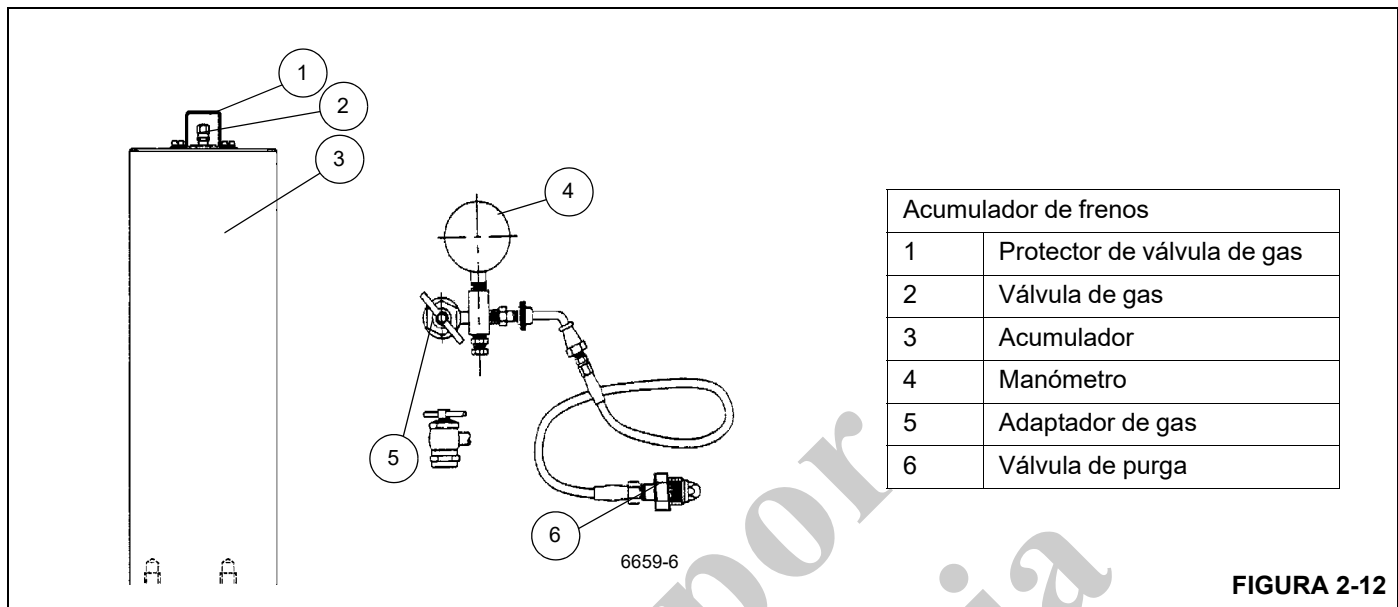

FIGURA 2-12
2. Retire el protector y la tapa de la válvula de gas del acumulador (vea la Figura 2-12).
3. Antes de conectar el conjunto de carga (vea la Figura 2-12) a la válvula de gas, gire completamente la manija en "T" del adaptador de gas en sentido contrario a las agujas del reloj hasta que se detenga.
Si la presión mide 1500 a 1550 psi (103 a 107 bar), retire el conjunto de la válvula de carga girando la manija en "T" completamente en sentido contrario a las agujas del reloj en el adaptador de gas y luego abra la válvula de purga y proceda con el paso 7 (vea la Figura 2-12). Si la presión está baja, prosiga con el procedimiento *Precarga de los acumuladores*, página 2-36.
8. Si la presión de precarga excede el valor indicado en el paso 7, cierre la válvula del cilindro de nitrógeno y lentamente abra la válvula de purga en el conjunto de carga (vea la Figura 2-12) hasta que la presión esté dentro de los límites.